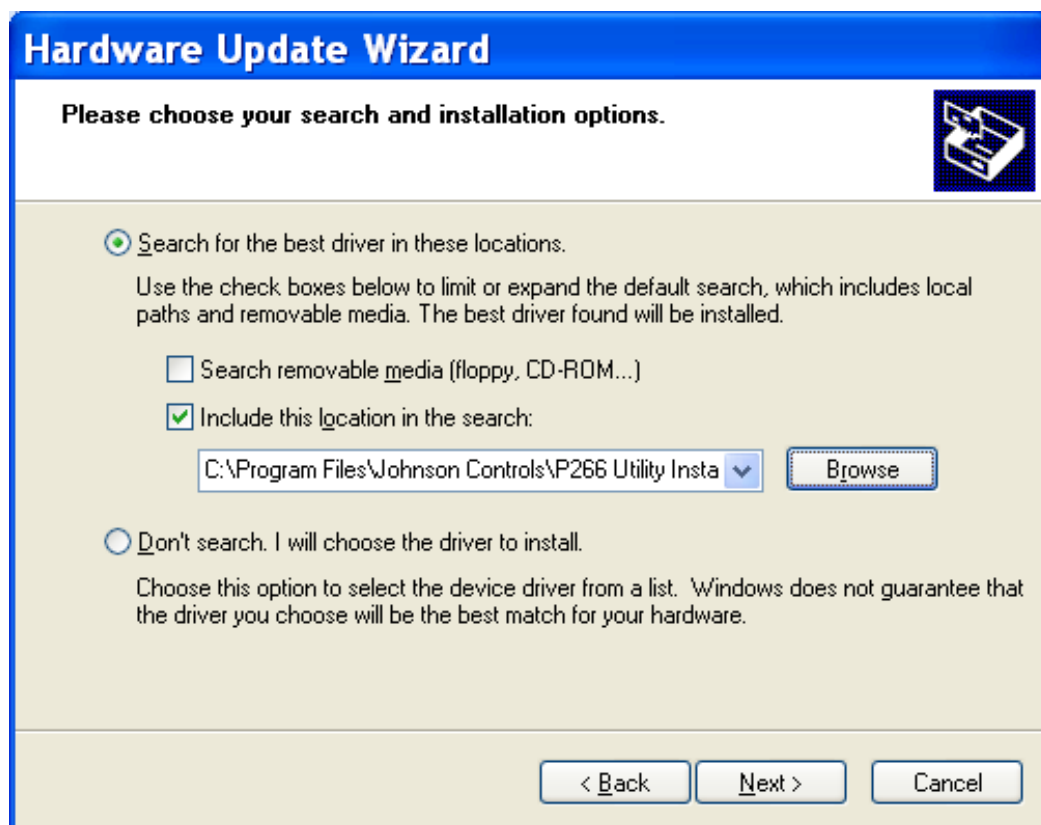

Figura 98: Opzioni di ricerca e installazione
- (1) Fare clic su **Start**, quindi fare clic con il pulsante destro del mouse su **My Computer** (Risorse del computer) e selezionare **Properties** (Proprietà).
- (2) Cercare **x64 Edition** (Sistema operativo a 64 bit) elencato in **System** (Sistema). Se **x64 Edition** non è presente nell'elenco, allora il computer funziona con una versione a 32 bit di Microsoft Windows XP. Se si vede **x64 Edition** nell'elenco, allora il computer funziona con una versione a 64 bit di Microsoft Windows XP.
6. A questo punto, dovrebbe comparire una schermata simile a quella della Figura 98. Nel percorso del file è compresa la cartella a 32 o 64 bit selezionata in precedenza. Fare clic su **Next** (Avanti) per continuare.